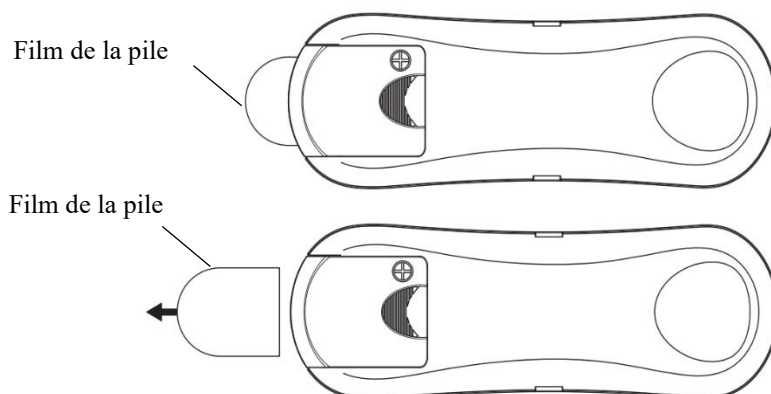

Fig. 10a
1. La pile CR2032 est pré-installée dans la télécommande. Lors de la première utilisation de la télécommande, retirez le film de la pile avant utilisation. (Fig. 10a)